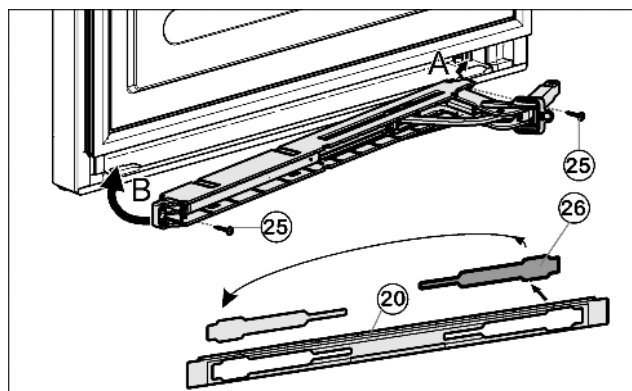

Fig. 13
- ▶ Освободите крышку Fig. 13 (26) из накладки Fig. 13 (20) и снова установите её на другой стороне.
- ▶ Прикрутите (2 шт. Torx® 15) Fig. 13 (25) узел амортизатора закрытия дверцы.